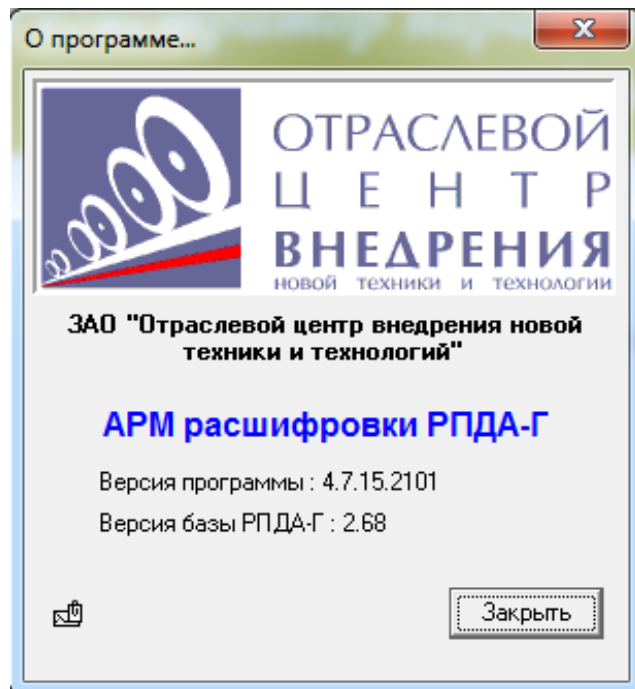

Рис.1 – Информационное окно «О программе...»
- **Major version** – старший номер версии программы. Его обычно увеличивают при внесении в программу концептуально новых возможностей. На рис.1 число 4;
– **Minor version** – младший номер версии программы. Его обычно увеличивают при незначительном расширении функциональных возможностей программы. На рис.1 число 7;
– **Release** – номер выпуска программы, которая отлажена и пригодна к использованию заказчиком (по умолчанию текущий год). На рис.1 число 15;
– **Build** – порядковый номер сборки проекта (по умолчанию соответствует дате выхода сборки – число и месяц). На рис.1 дата 2101 (число – 21, месяц – 01).
- **Major version** – старший номер версии базы данных. Его увеличивают при внесении в базу данных концептуально новых возможностей. На рис.1 число 2;
- **Minor version** – младший номер версии базы данных. Его увеличивают при незначительном расширении функциональных возможностей базы данных. На рис.1 число 68.